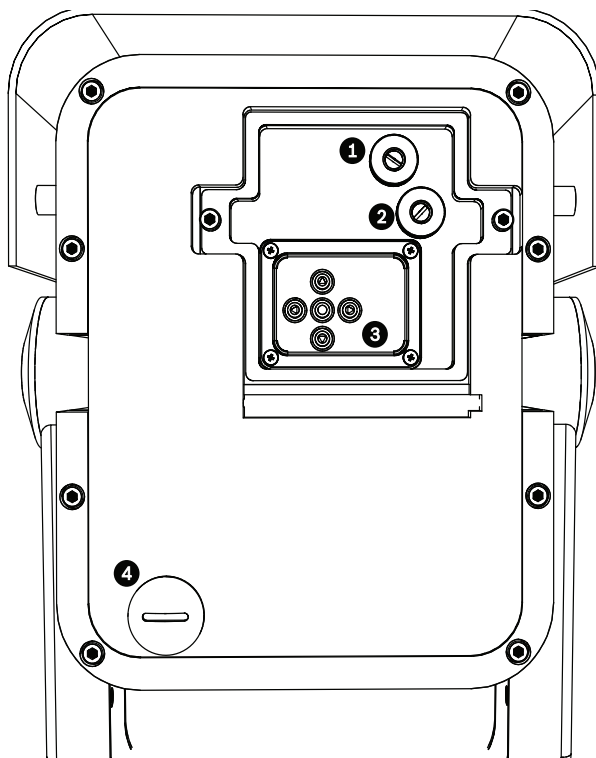

Figura 6.2 Cámara y LED
3. Abra el panel de acceso. Ahora puede ajustar los controles de enfoque, distancia focal e inclinación de LED (consulte la *Figura 6.2* a continuación).
- Utilice el tornillo de fijación superior (elemento 1, *Figura 6.2*) para ajustar el enfoque de la imagen:
- Utilice el tornillo de fijación inferior (elemento 2, *Figura 6.2*) para ajustar la distancia focal (más limitada o más amplia):